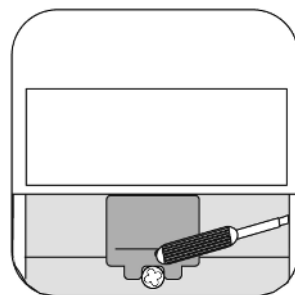

Bild 6: Demontage Design-Abdeckung Serie CD/LS
- Design-Abdeckung vorsichtig mit Schraubendreher entfernen (siehe Bild 6).